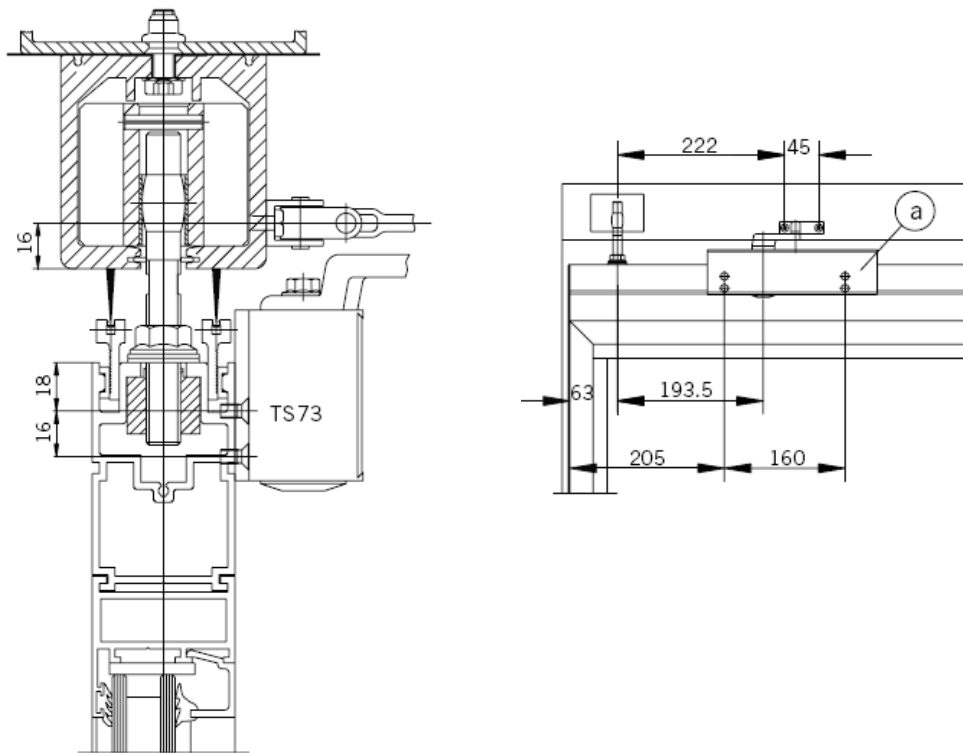

Fig. 14
14. Крайняя панель-дверь одностороннего открывания с верхним доводчиком TS 73 (Рис. 14):